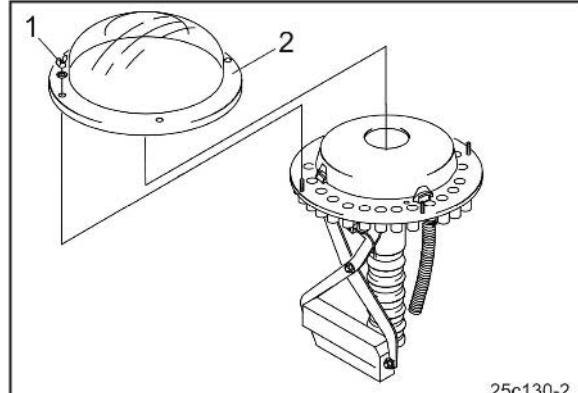

Рис. 110
4. Открутите барабанковые гайки (Рис. 110/1) и снимите с распределительной головки прозрачную пластиковую крышку (Рис. 110/2).
6. Установите пластиковую крышку (Рис. 110/2).
7. Закрепите пластиковую крышку при помощи барабанковых гаек (Рис. 110/1).